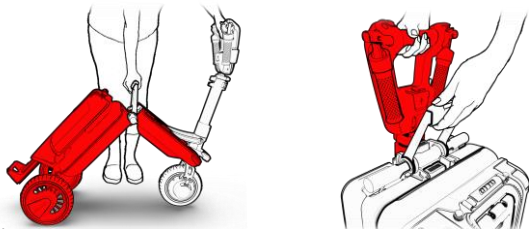

Figura 43
6. Utilice la manija principal para tirar del centro hacia arriba y hacia la varilla (consulte la Figura 43, paso 1) hasta que haga clic y encaje en su lugar (consulte la Figura 43, paso 2).